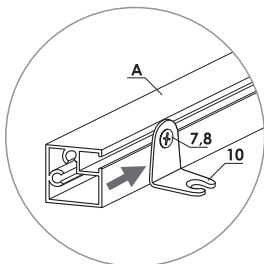

рис. 1.2
- 1.2 Вставьте гайку в паз детали А и проведите уголок до центра детали А (рис.1.2);